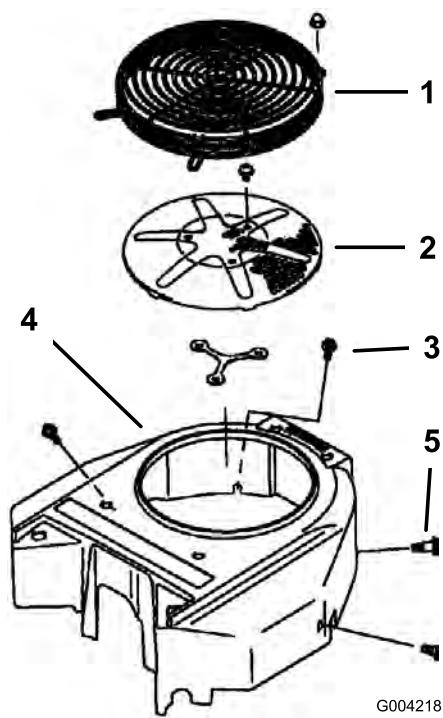

Figura 42
3. Retire la rejilla de entrada de aire, el arrancador de retroceso y la carcasa del ventilador (Figura 42).
5. Instale la rejilla de entrada de aire, el arrancador de retroceso y la carcasa del ventilador (Figura 42).